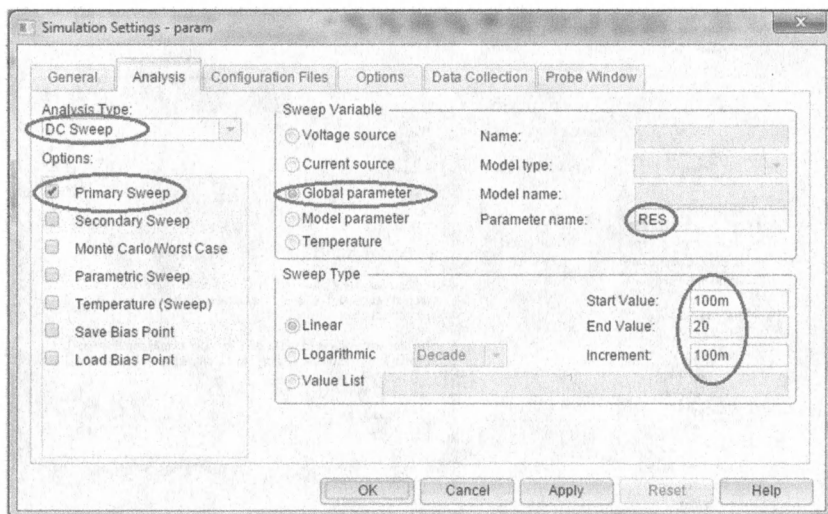

Рис. 2.19. Установка профиля моделирования с разверткой
7. Устанавливаем профиль моделирования PARAM1. Выбираем DC Sweep, Primary Sweep, Global parameter = RES, развертка линейная. Устанавливаем начальное и конечное значение параметра, инкремент (рис. 2.19).